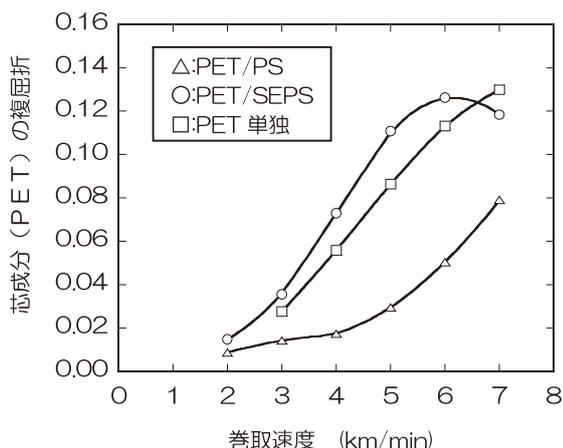
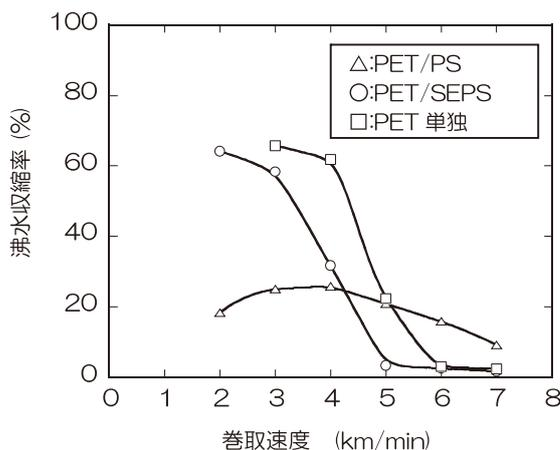

図3 巻取速度と複屈折の関係
図4 巻取速度と沸水収縮率の関係
ポリエステル (PET) を芯、上記ブロックコポリマーを鞘に配置し、体積比7対3で複合紡糸した時の、巻取速度と芯のポリエステル繊維の複屈折との関係を調べました (図3)。複屈折は繊維の長さ方向に対する分子配向の尺度で、ポリエステルの繊維性能の高さを表します。鞘にポリスチレン (PS) を配置した場合に比べ、SEPS の場合は、巻取速度を上げることによって芯のポリエステルの繊維性能が十分に高くなりました。また、収縮特性をみても縮まない実用的な繊維になりました (図4)。